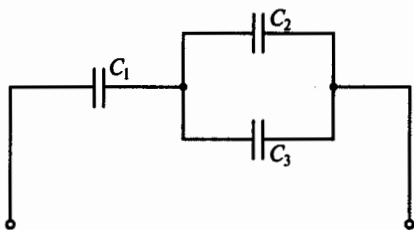

Рис. 3
**1.6.** Какова эквивалентная емкость батареи конденсаторов на рис. 3, если  $C_1 = 40$  мкФ,  $C_2 = 20$  мкФ,  $C_3 = 20$  мкФ?